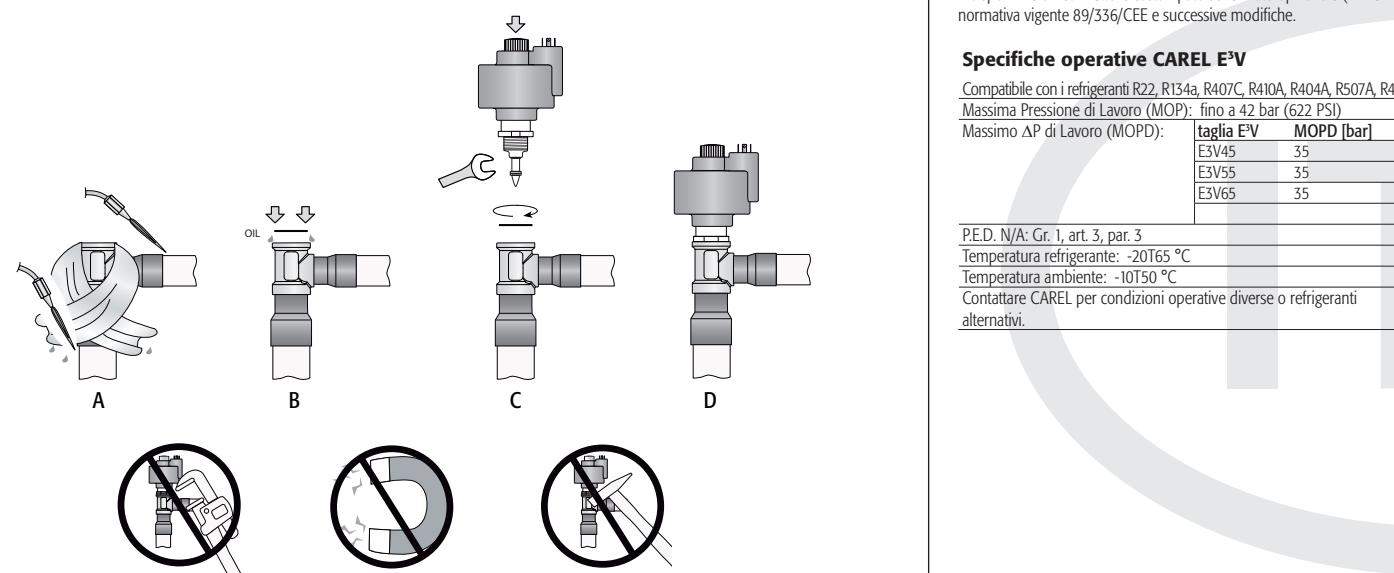

Fig.2
Le valvole E3V devono essere saldate al circuito mediante brasatura dei raccordi in rame ai tubi di uscita condensatore (IN) e di ingresso evaporatore (OUT). Seguire la successione indicata in Fig. 2 procedendo in questo modo:
2. avvolgere uno straccio bagnato sul corpo della valvola e procedere alla saldatura senza surriscalarla orientando la fiamma verso l'estremità dei raccordi come da fig. 2 A (per una migliore brasatura senza alterare la tenuta della zona di saldatura tra corpo e raccordi utilizzare lega con temperatura di fusione inferiore a 650 °C o con tenore di argento superiore del 25 %).
3. a valvola fredda, inserire l'O-ring (OR2087 - diametro interno 21.95 mm - spessore 1.78 mm - materiale: Neoprene) presente nella confezione ed inserirlo nell'apposito cava schiacciandolo con la pressione del dito. Verificare la corretta posizione dello stesso testandone l'adesione uniforme sul fondo della sede di tenuta (Fig. 2 B).
4. avvitare nel corpo valvola la cartuccia in acciaio sull'apposito alloggiamento filettato con una chiave esagonale da 27 mm verificando la presenza dell'O-ring sulla cava il quale garantisce la tenuta ermetica. Serrare la cartuccia fino a quando l'O-ring non sia completamente schiacciato (Fig. 2 C).
The E3V valves must be joined to the circuit by braze welding the copper fittings to the condenser outlet (IN) and evaporator inlet (OUT) pipes. Proceed as indicated in Fig. 2:
2. wrap a wet rag around the body of the valve and weld the fittings, without overheating the valve, aiming the flame at the end of the fittings as shown in Fig. 2 A (for better braze welding without affecting the seal of the weld between the body and the fittings, use alloys with a melting temperature of less than 650 °C or with a silver content higher than 25 %).
3. when the valve has cooled down, fit the O-ring OR2087 - inside diameter 21.95 mm - thickness 1.78 mm - material: Neoprene) supplied in the package and press it firmly into its opening using the fingers. Check the correct position of the O-ring by making sure there is uniform adhesion on the bottom of the seat (Fig. 2 B).
4. tighten the steel cartridge to the special threaded socket in the valve body using a 27 mm Allen key, making sure the O-ring is fitted to ensure hermetic tightness. Tighten the cartridge until the O-ring is completely compressed (Fig. 2 C).